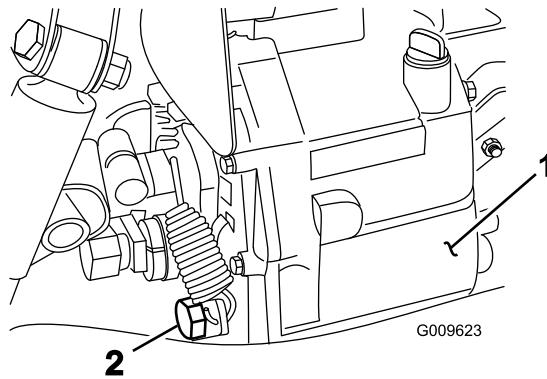

Bild 77
2. Nehmen Sie die Ablassschraube an der Seite des Behälters ab und lassen Sie die Hydraulikflüssigkeit in die Auffangwanne ablaufen (Bild 77).